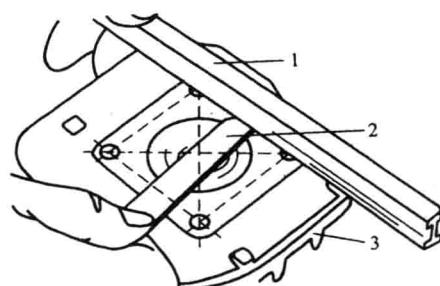

图1-2 汽缸盖变形检查
① 汽缸盖变形的检查。汽缸盖变形的检查方法如图1-2所示。将汽缸盖朝上放在工作台上，将厚直尺放在汽缸盖端面上。然后用塞尺测量厚直尺与汽缸盖端面的间隙，且要多测几处间隙。若所测间隙超过 0.05mm ，则表明汽缸盖变形。